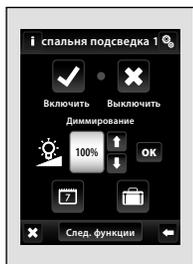
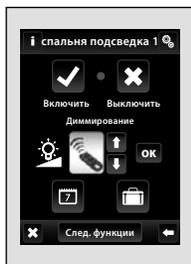
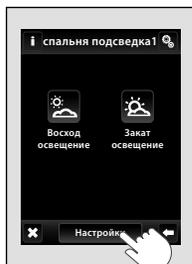

рис. 151
рис. 152
рис. 153
- **Диммирование** - Коротким касанием на стрелки / проведите настройку яркости (рис. 151). Нажатием на подтвердите выбор функции. В случае, что ярлык – отобразится сразу, яркость освещения была настроена другим передатчиком - брелком, беспроводным выключателем (рис. 152).
В мультифункциональном элементе есть кнопка **След. функции** (рис. 151), ее нажатие отобразит выбор функций диммирования (рис. 153)*.